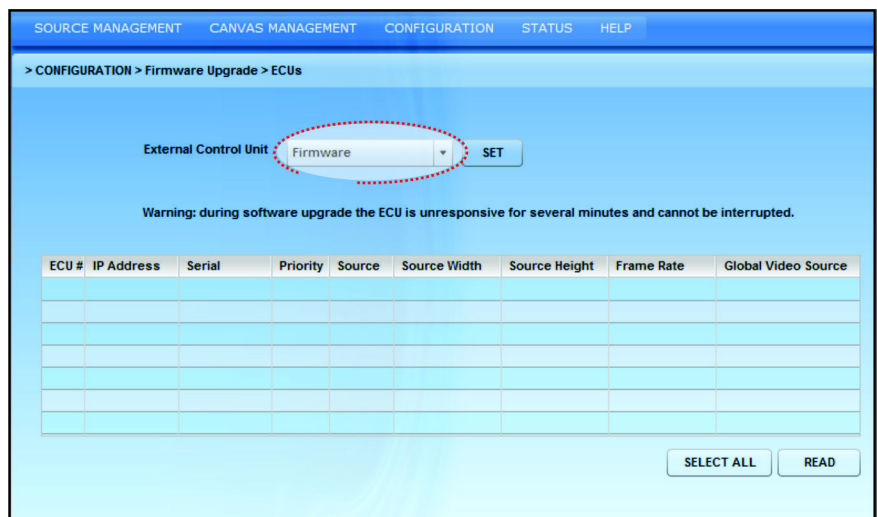

Рис. 3-39 Обновление встроенного программного обеспечения > ЕСУ
- a. Сначала необходимо обновить встроенное программное обеспечение, и только после этого — FPGA (Рис. 3-39). Выберите нужный ЕСУ в таблице. Выберите **Встроенное программное обеспечение** в меню **Внешний модуль управления** (Рис. 3-39) и нажмите кнопку **Задать**. Обновление занимает приблизительно 1 час на каждые 10 ЕСУ.
1. Выберите в веб-интерфейсе **Конфигурация - Обновление встроенного программного обеспечения** (Рис. 3-39).